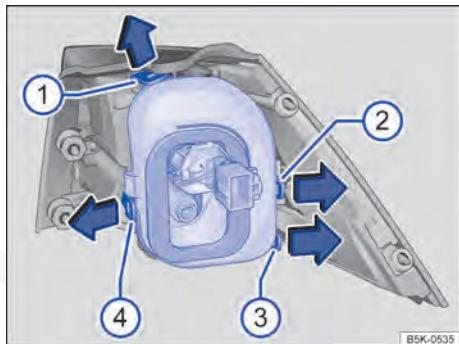

Fig. 222 Lanterna traseira na carroceria: des instalar o suporte da lâmpada. Tiras de travamento ① bis ④.
7. Para destravar o suporte da lâmpada, pressionar as tiras de travamento ⇒ Fig. 222 ① a ④ no sentido da seta.